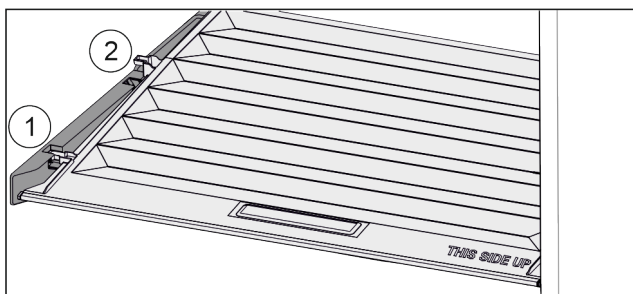

Fig. 56
- ▶ Кришку до отвору в деталях для підтримки потягнути вперед Fig. 56 (1).
- ▶ Підняти ззаду знизу та вийняти Fig. 56 (2) вгору.